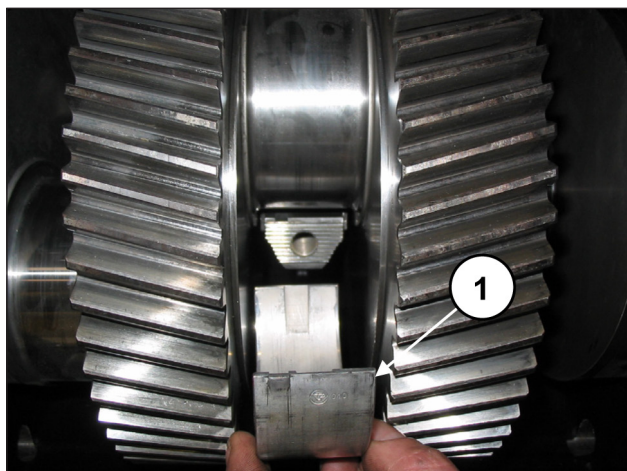

Fig. 80
Inserire i semicuscinetti superiori tra le bielle e l'albero a gomiti (pos. ①, Fig. 80).